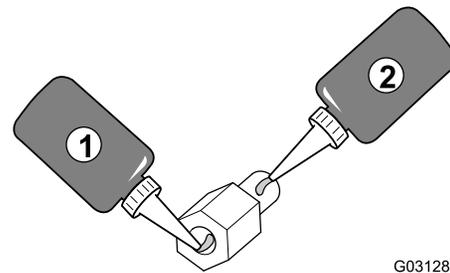

Figura 7
elevada) nas roscas para a porção da porca da saliência roscada (Figura 7).
4. Aplique um revestimento de composto de fixação da rosca (capilaridade – força média a elevada) nas roscas para a porção do pino da saliência roscada (Figura 7).